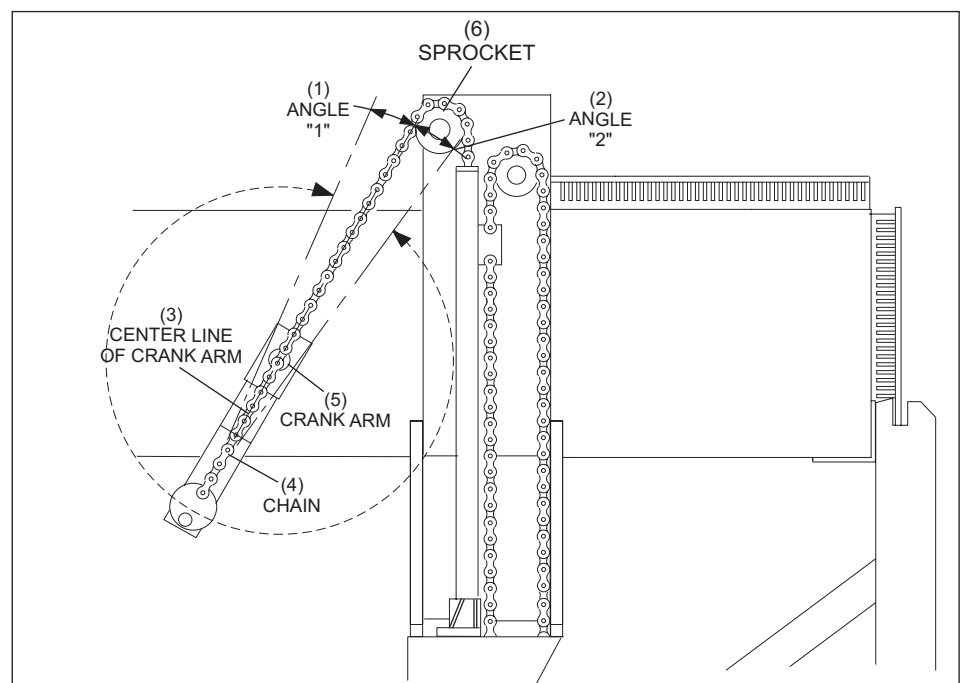

Abbildung 5-31. Kettenwinkel – Im Vergleich von Drehung im und gegen den Uhrzeigersinn
- c. Prüfen Sie auf ordnungsgemäße Synchronisation, indem Sie den Versatz der Antriebskette von der Mittellinie der Kurbelwelle überprüfen, wenn der Stelltschmotor bei Schalter A nach Drehung im und gegen den Uhrzeigersinn ausschaltet. Der Versatz bzw. Winkel sollte gleich sein. Siehe *Abbildung 5-31*.
Die richtige Höhe für den Tisch in dieser Position beträgt **10 mm +/- 2 mm** von der Bahnoberfläche bis zur Unterseite des Tisches. Siehe *Abbildung 5-31*. Prüfen Sie diese Abmessung an den Pin-Positionen 1, 7 und 10, um sicherzustellen, dass der Tisch gerade ist und die richtige Höhe hat.